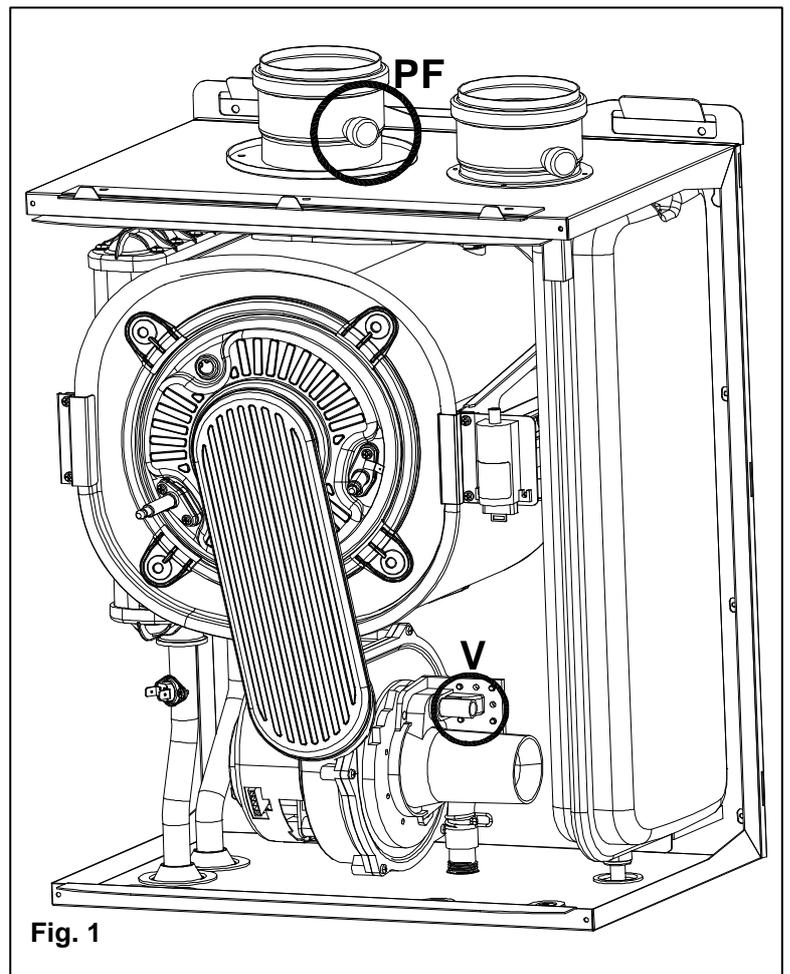

Fig. 1
- controllare che il tappo della valvola jolly sia leggermente allentato per permettere all'aria di fuoriuscire dall'impianto (fig. 1);
- svitare il tappo del circolatore per eliminare eventuali bolle d'aria e richiuderlo alla fuoriuscita di acqua (fig.1);
Per il riempimento, procedere come segue (fig. 1):
- Il sistema di accensione automatico accenderà il bruciatore di default esegue l'operazione 2 volte. Potrebbe essere necessario ripetere l'operazione per eliminare l'aria nella tubazione. Per ripetere l'operazione di accensione, attendere circa 5 secondi dall'ultimo tentativo di accensione prima di sbloccare nuovamente la caldaia, poi spegnere e accendere l'interruttore **1** (fig. 1 pag. 12) e quindi ripetere l'operazione;
- svitare il tappo ed inserire l'analizzatore nell'apposita presa fumi **PF** (fig. 1) per controllare il valore di CO₂ e assicurarsi che il valore sia conforme a quanto riportato in tabella 1;
- letto il valore di CO₂ nello strumento se questo non fosse corrispondente al valore sopra indicato agire sulla vite **V** (fig.1) del venturi in senso orario per diminuire il valore di CO₂ viceversa per aumentare ;